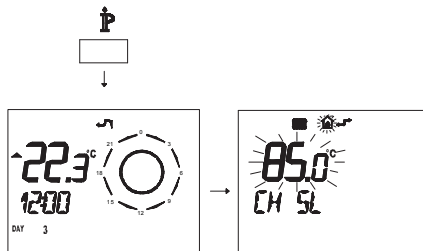

Figura 5.39
- Premere per più di 3 secondi il pulsante P per entrare in modalità **INFO** (Figura 5.39).